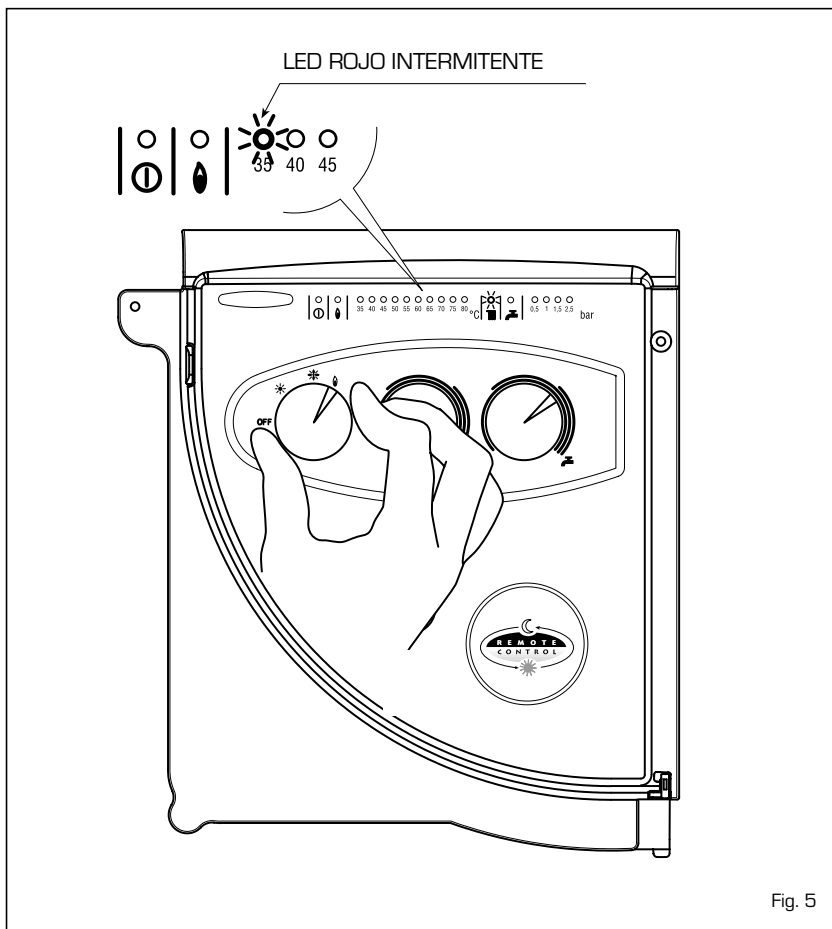

Fig. 5
- **Intervención termostato de seguridad (fig. 5)**